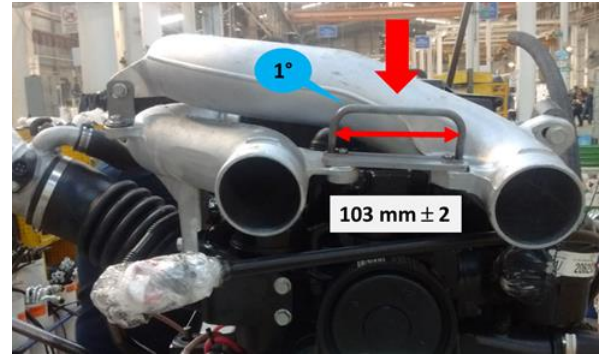

Figura 2.
2. Verificar la distancia entre los tubos principales marcada en la **Figura 2**, apoyándose del dispositivo de alineación, el cuál es una herramienta de fabricación propia. Ver **Anexo 1** al final de este documento.
3. Apretar gradualmente cada uno de los componentes de acuerdo al orden indicado en las **Figuras 2, 3 y 4**, hasta alcanzar el torque especificado, cuidando mantener la distancia marcada en la **Figura 2**.